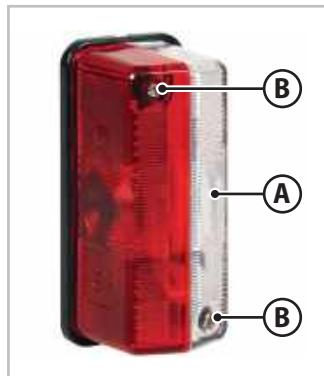

Fig.7.3 - Feux de gabarit latéraux
2. Démonter le cache blanc-rouge (**A** - Fig.7.3) en retirant les vis de fixation (**B** - Fig.7.3).
5. Remettre le cache blanc-rouge (**A** - Fig.7.3) à l'aide des vis de fixation (**B** - Fig.7.3) précédemment retirées.